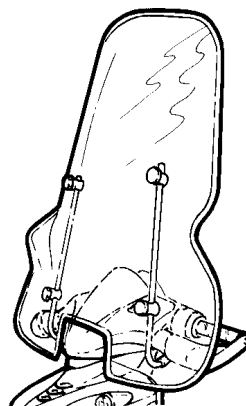

Fig. 3
- PARABRISAS (Fig. 3): para utilizar el vehículo en las estaciones más frías, tenemos un elegante y robusto parabrisas que se instala con pocas y simples operaciones. Se suministra con tornillos y abrazaderas para la fijación.
- **PARE-BRISE** (Fig. 3): pour utiliser le véhicule pendant les saisons plus froides, un pare-brise robuste et élégant est disponible, facile à installer. Il est livré avec les vis et les fixations nécessaires à son montage.